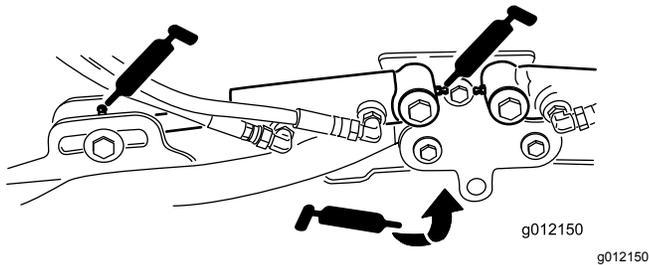

Bild 76
- Hubarmzylinder der Schneideinheit (2) (Bild 76)
- Hubarmgelenke (1) (Bild 76)